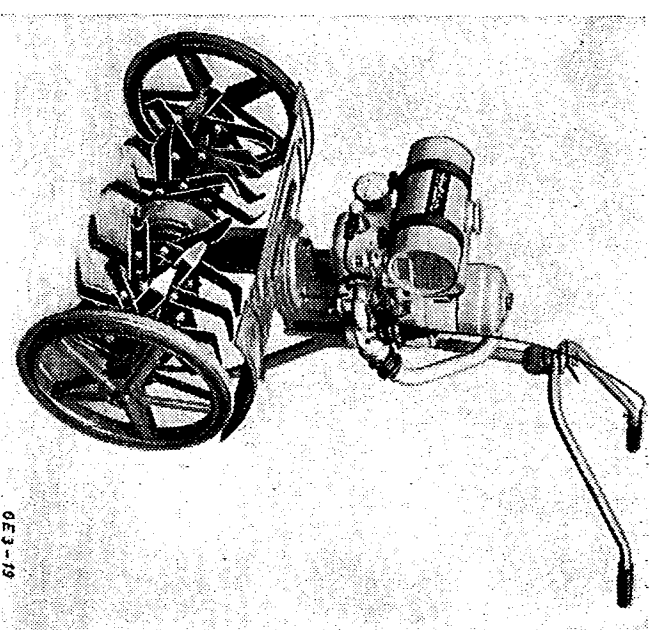

Bild 11. Transportröder
6. **Transporträder Type 527/1** (siehe Bild 11), gummibereit, können seitlich an der Hackwelle angebracht werden und dienen ausschließlich zum